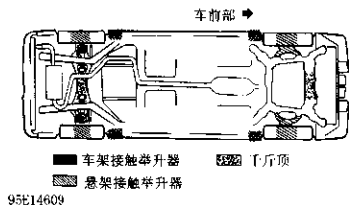

图 5-2 举升点 (W 车身)
用千斤顶支撑汽车时，把支架放在悬架举升点或车架举升点。对于大多数车型来说，可把千斤顶放置在前横梁下 (图 5-2)。
- 如果汽车装有稳定杆，则不要在后桥壳处支撑汽车 (图 5-2)。
举升器适配器必须和车上规定的部分接触(图5-2)。定位适配器时，一定要使载荷分布均匀，并使汽车支撑稳定。不允许提升块接触排气系统的零部件。